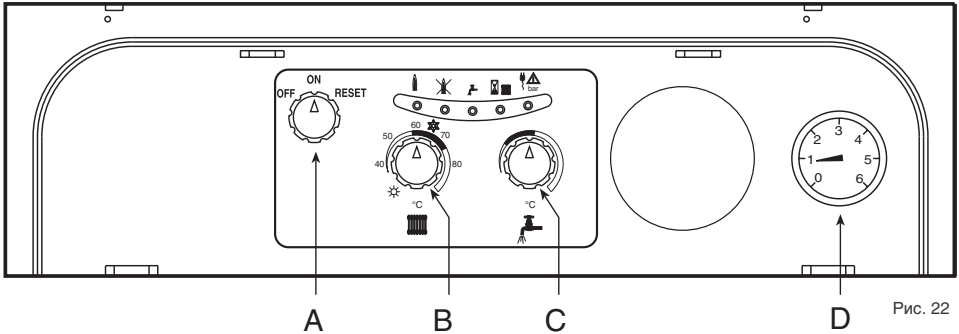

Рис. 22
### "ЗИМА" (Рис. 22)
### "ЛЕТО" (Рис. 22)
После этого необходимо выбрать режим работы котла: отопление и ГВС или только ГВС. Если выбран первый режим работы: отопление + ГВС, установить ручку В (рис. 22) в положение "ЗИМА" что соответствует значению выше 50°C и задайте необходимое значение на термостате помещения. После этого произойдет розжиг горелки, и котел будет работать в автоматическом режиме, контроль выполняется регулирующими и предохранительными приборами.
Если же выбран второй режим работы: только ГВС, установить ручку В(рис. 22) на позицию "ЛЕТО":с этого момента котел готов к автоматической работе.
**Замечание** - Если после корректного завершения процедуры запуска, не происходит розжиг и котел отключается, подождите 15 секунд, потом поверните ручку А (рис. 22) в положение "RESET". Перезапуск электронного блока управления, приведет к повторению цикла запуска. Если после второй попытки, не будет происходить розжиг, обратитесь к разделу "Устранение неисправностей"
Регулирование температуры воды системы отопления производится путем поворота соответствующей ручки (рис. 22 - дет. 2). При повороте ручки по часовой температуре воды отопления возрастает, против часовой стрелки - снижается. Температура может варьироваться от минимального 35°C до максимального 85°C. Рекомендуем не эксплуатировать котел при температуре ниже чем 45°.